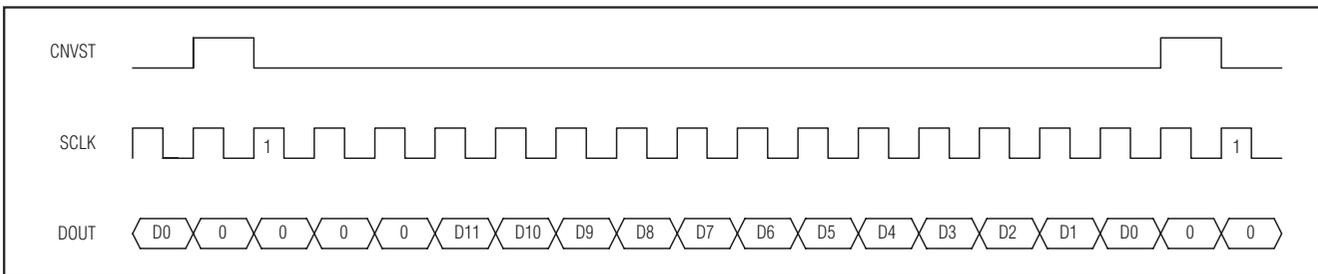
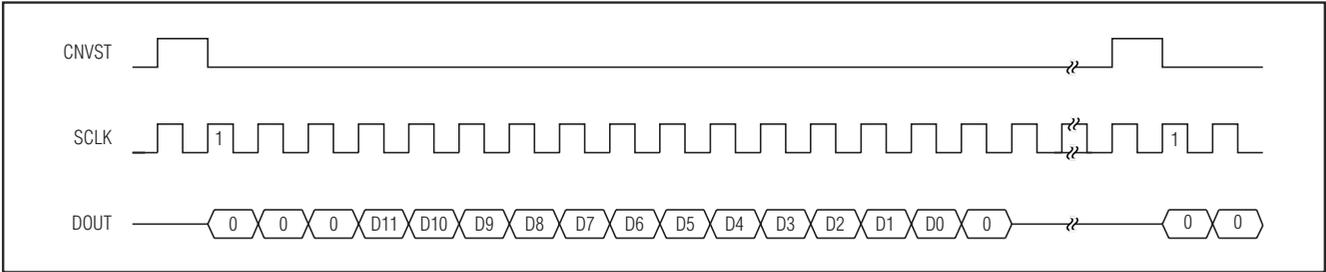
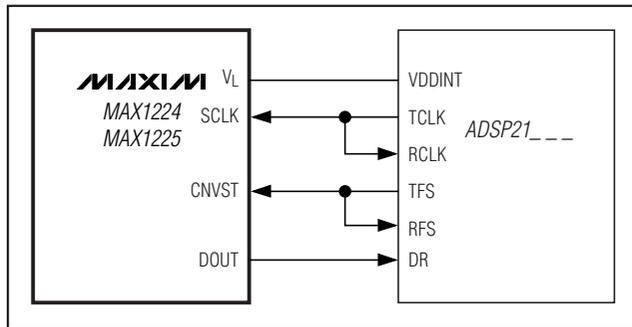

图 17. DSP 接口——连续转换
图 18. DSP 接口——单次转换，连续/突发时钟
图 19. 连接至 ADSP21_...
MAX1224/MAX1225 也可以采用以下方式与 TMS320C54_ 连接：利用数据传输 (DX) 引脚驱动 CNVST 信号，内部产生的 CLKX 信号驱动 SCLK。CNVST 信号需要一个上拉电阻，以便在 DX 变为高阻态时使其保持高电平，并且必须不断地向 DXR 寄存器写入 0001h，以进行连续转换。将 00FFh 写入 DXR 寄存器，可能将进入关断模式 (参考图 17 和图 18)。
MAX1224/MAX1225 可以直接与 Analog Devices, Inc 的 ADSP21_ _ _ 系列 DSP 连接。图 19 给出了 MAX1224/MAX1225 与 ADSP21_ _ _ 的直接连接方式。与 MAX1224/MAX1225 接口时有两种可编程的工作模式。为了进行连续转换，CNVST 信号置为低电平，在传输上次结果的 LSB 期间拉高一个时钟周期。ADSP21_ _ _ 的 STCTL 与 SRCTL 寄存器应该配置为超前成帧 (LAFR = 0) 和高电平有效帧 (LTFS = 0, LRFS = 0) 信号。在这种模式下，设置与数据无关的帧同步位 (DITFS = 1)，而无需多次写入传输数据寄存器。对于单次转换，CNVST 信号为闲置高电平，并在整个转换期间拉低。因此，ADSP21_ _ _ 的 STCTL 和 SRCTL 寄存器应该配置为滞后成帧 (LAFR = 1) 和低电平有效帧 (LTFS = 1, LRFS = 1) 信号。在此条件下，将字长设置为 8 位 (SLEN = 1001)，这也是最好的进入关断模式的方法。当 MAX1224/MAX1225 工作电源电压高于 DSP 的电源电压时，连接 V_L 引脚至 ADSP21_ _ _ 电源电压 (参考图 17 和图 18)。